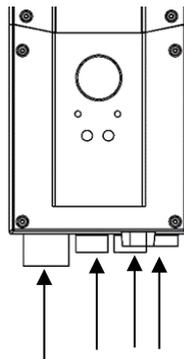

Fig. 1.6G
7. Avant la première utilisation et après chaque contrôle de service, le boîtier de commande doit être réinitialisé : poussez simultanément les boutons «vers le haut/vers le bas» sur la commande manuelle (Fig 1.6G). voir section 3.2 – Utiliser le boîtier de contrôle